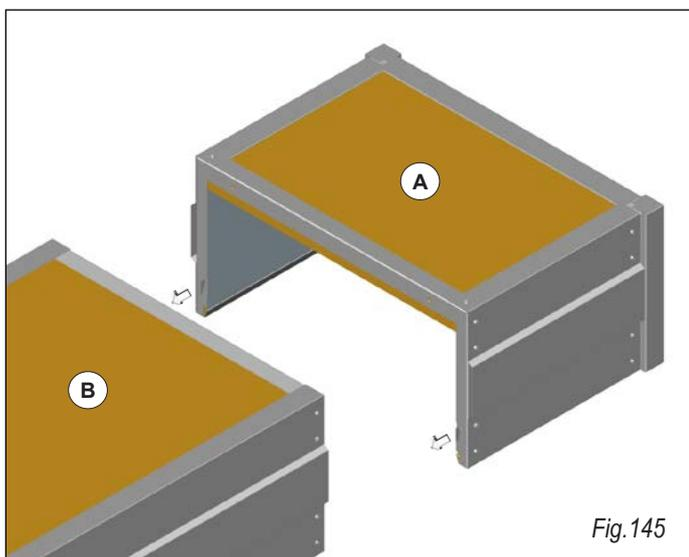
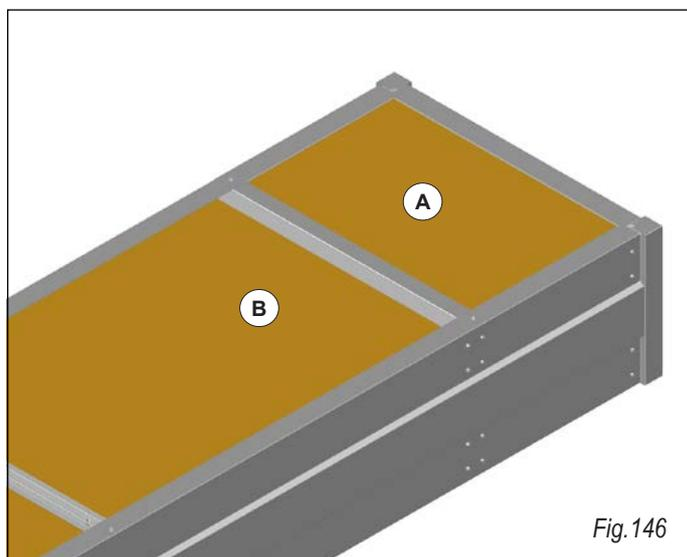

Fig.145
Fig.146
Enganchar el módulo terminal (A) con la unidad de cinta de radiación (B) a través de la pestaña y del ojal (fig. 145), como se ha explicado anteriormente. Fijar el módulo terminal a la unidad de cinta de radiación (fig. 146), a través de los dos telares con tornillo y tuerca como se ha explicado anteriormente.